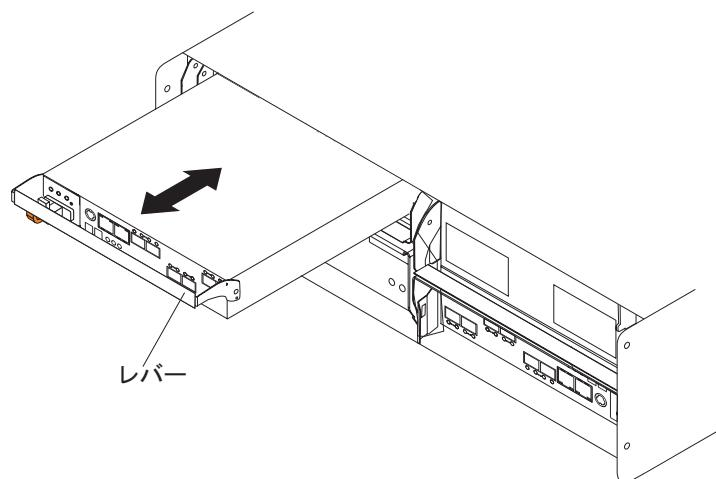

図 16. コントローラーの取り外しと再取り付け
2. 図 16 に示すように、シャーシからレバーをゆっくりと手前に引いて、コントローラーをベイから取り外します。